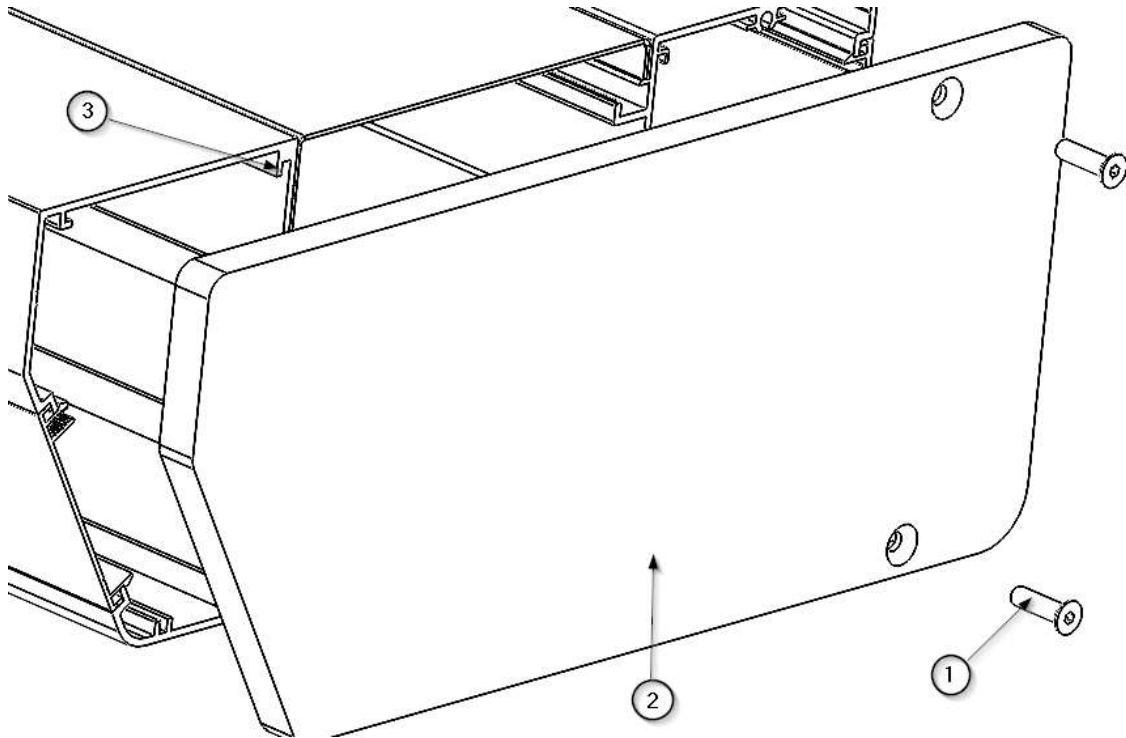

Abb. 2 Demontage/Montage der Stirnseiten am Hauptkörper TOR
- Bewegen Sie nun mit den Händen die oberen Abdeckungen des Hauptkörpers ①, die sich am nächsten an den seitlichen Druckstellen befinden, zunächst in Richtung des Hauptkörpers und, sobald Sie die Falleitung ② überwunden haben, nach oben. Siehe Abbildung 2.